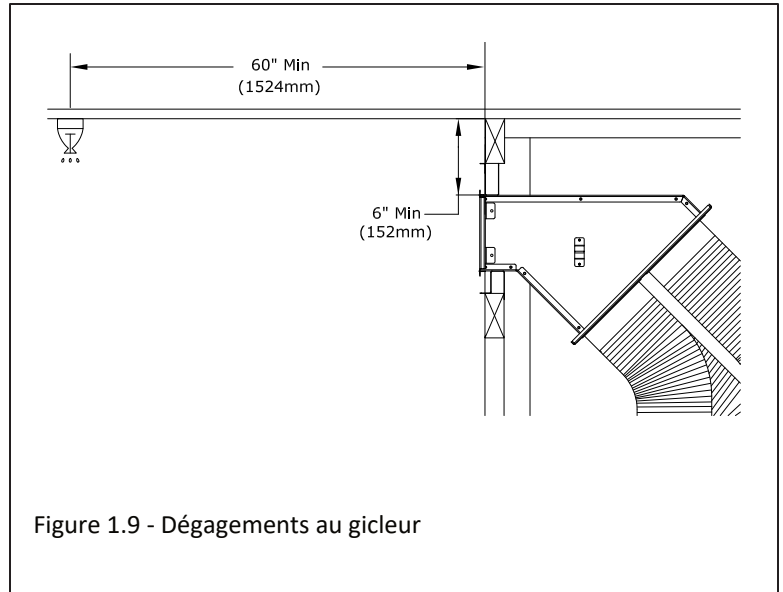

Figure 1.9 - Dégagements au gicleur
- La Figure 1.9 montre un kit KZK latéral, mais votre installation peut être légèrement différente.